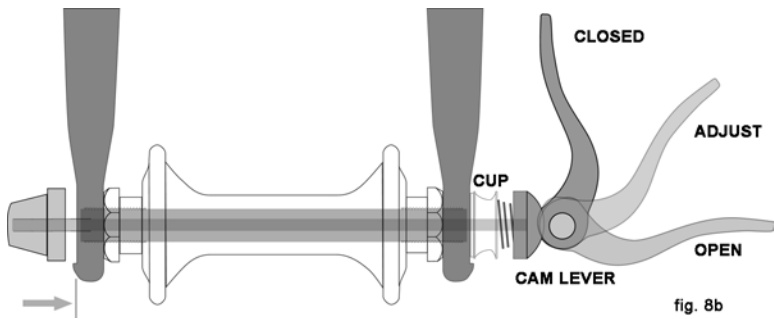
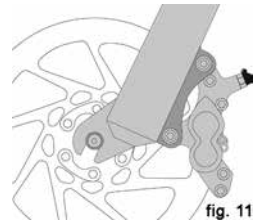
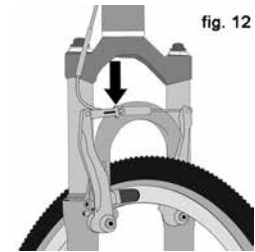

fig. 8b
fig. 11
fig. 12
Actualmente hay dos tipos de mecanismos de retención de ruedas con leva sobre el centro: la leva sobre el centro convencional (fig. 8a) y el sistema de leva y taza (fig. 8b). Ambos usan un tipo de mecanismo de leva sobre el centro (quick release) para mantener la rueda en su lugar. Su bicicleta puede tener diferentes sistemas para mantener las ruedas en su lugar tanto delantera como trasera.
b. Ajuste del mecanismo de leva y taza (fig. 8b)
(1) Si la bicicleta dispone de frenos de anilla, desenganche el mecanismo de liberación rápida del freno para aumentar el espacio libre entre el neumático y las pastillas de freno (véase la sección 4.C fig. 11 a 15).
(3) Si la horquilla delantera tiene un dispositivo de retención secundario de clip, desengánchelo. Si la horquilla delantera tiene un mecanismo de retención secundaria integral, y un sistema de acción de la leva tradicional (fig. 8a) afloje la tuerca de ajuste lo suficiente para permitir desmontar la rueda de las punteras. Si su rueda delantera utiliza un sistema de leva y copa, (fig. 8b) apriete y junte la copa y la palanca de leva mientras quita la rueda. No es necesaria la rotación de ninguna parte con el sistema de leva y copa.
(1) Si su bicicleta tiene mecanismo de leva de retención de la rueda delantera, mueva la palanca de la leva de modo que se curve hacia afuera de la rueda (fig. 8b). Esta es la posición ABIERTO. Si su bicicleta tiene retención en la rueda delantera a través del perno o perno atornillado, vaya al siguiente paso.
(3) Si usted tiene un mecanismo de acción de la leva tradicional: sosteniendo la palanca de leva en la posición AJUSTAR con la mano derecha, apriete la tuerca de ajuste con la mano izquierda hasta que quede apretado contra la puntera de la horquilla (fig. 8a). Si usted tiene un sistema de leva y taza: la tuerca y la taza (fig. 8b) se habrán fijado en el área empotrada de las punteras de la horquilla y ningún ajuste debería requerirse
(4) Mientras empuja la rueda firmemente a la parte superior de las ranuras de las punteras de la horquilla, y al mismo tiempo centrando el rin de la rueda en la horquilla:
(2) Si su bicicleta dispone de frenos de anilla, desenganche el mecanismo de liberación rápida de los frenos para aumentar la separación entre el rin y las pastillas de freno (véase la Sección 4.C, figs. 11 a 15).
(3) En un sistema de transmisión, tire del cuerpo del transmisión hacia atrás con la mano derecha.
(4) Con el mecanismo de acción de leva (cam action), mueva la palanca de liberación rápida de la posición ABIERTO (fig. 8b). Con un tornillo pasante o tornillo en el mecanismo, afloje el cierre con una llave adecuada, palanca de bloqueo o palanca integral; luego empuje la rueda hacia delante lo suficiente como para poder eliminar la cadena de la corona trasera.
(5) Levante la rueda trasera del suelo unos centímetros y quítela de las punteras traseras.
3. Algunos frenos de bicicleta, como los frenos de disco (fig. 11) y los frenos de tracción lineal (fig. 12), son extremadamente poderosos. Tenga especial cuidado de familiarizarse con estos frenos y ejerza cuidado especial al usarlos.
La mayoría de los frenos de anilla tienen algún tipo de mecanismo de liberación rápida para permitir que las pastillas de freno despejen el neumático cuando se quita o se vuelve a instalar una rueda. Cuando la liberación rápida de freno está en la posición abierta, los frenos son inoperantes. Consulte a su distribuidor para asegurarse de que usted entiende la forma en que el freno de liberación rápida funciona en su bicicleta (ver fig. 12, 13, 14 y 15) y compruebe cada vez para asegurarse de que ambos frenos funcionan correctamente antes de montarse en la bicicleta.